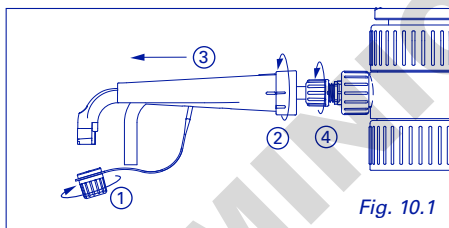
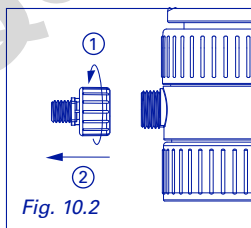

Fig. 10.1
Fig. 10.2
- 1 Remove delivery jet (Fig. 10.1), then delivery jet adapter (Fig. 10.2) and keep for further use
- 1 Ausstoskanüle (Abb. 10.1) und Adapter für Ausstoskanüle (Abb. 10.2) entfernen und für weitere Anwendungen aufbewahren.
- 1 Retirer le bec verseur (Fig. 10.1) puis le raccord de bec (Fig. 10.2), garder pour utilisation future.